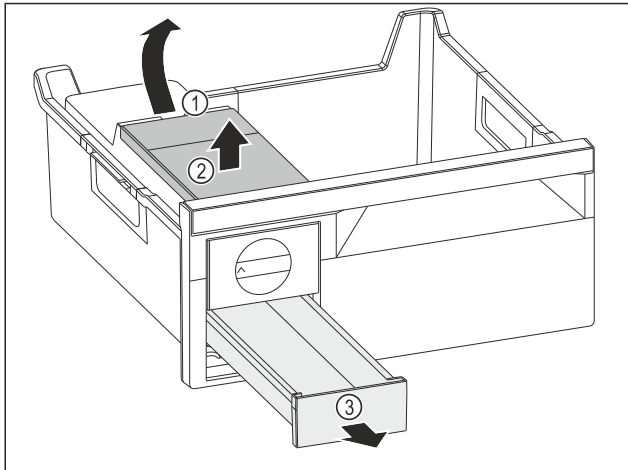

Fig. 105
- ▶ Watertank wegnemen: Watertank bij de uitsparing Fig. 105 (1) optillen.
- ▶ Watertank Fig. 105 (2) naar boven toe wegnemen.
- ▶ Ijsblokjesvak Fig. 105 (3) naar voren toe wegnemen.